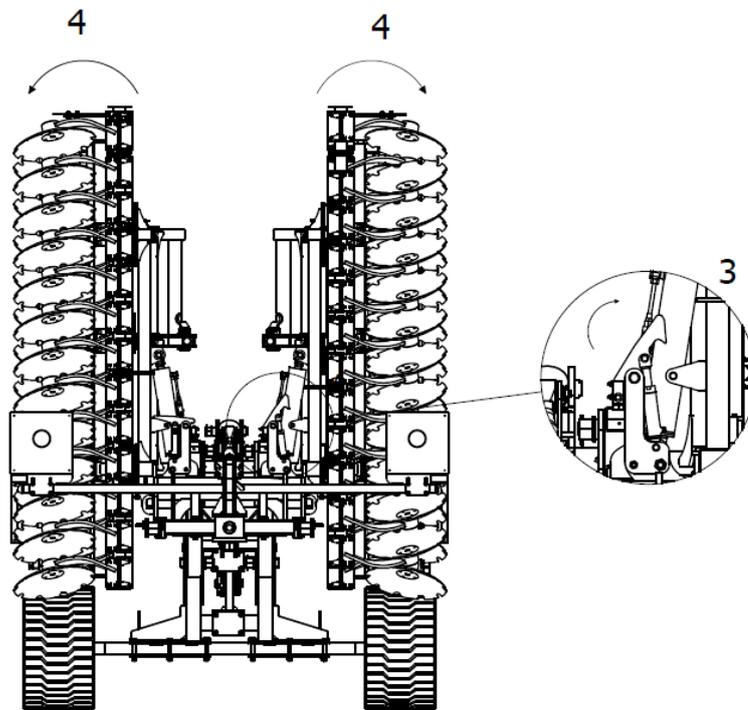

Fig. 21 Étapes du dépliage de la machine : 3 – crochet du verrouillage hydraulique décroché 4 – les ailes se déplient (« s’ouvrent »).
3. Ensuite, s'assurer que le crochet du verrouillage hydraulique permettra le déverrouillage des bras latéraux et les déplier (« ouvrir ») entièrement (fig. 21).